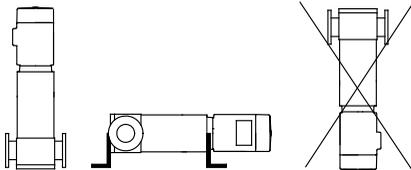

Fig. 2 Orientering av pumpen
- Installer alltid pumpen med motoren høyere enn pumpen for å unngå opppheting av motorlagrene. Se fig. 2.